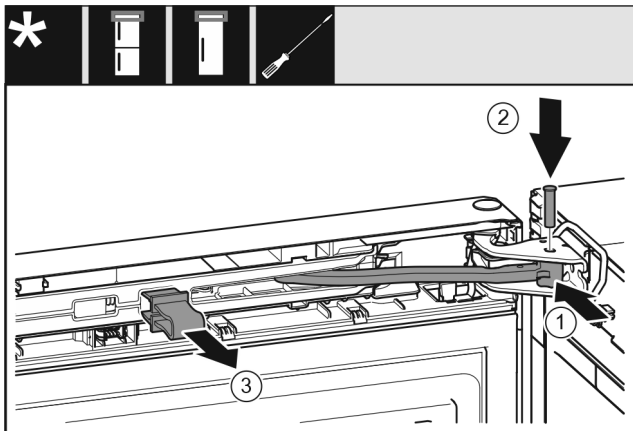

Fig. 31
- ▶ Поверніть шарнір Fig. 31 (1) в опорному кронштейні.
- ▶ Встановіть штифт Fig. 31 (2) в опорний кронштейн та шарнір. При цьому виступ фіксатора повинен займати правильне положення в пазу.
- ▶ Зніміть запобіжник Fig. 31 (3).